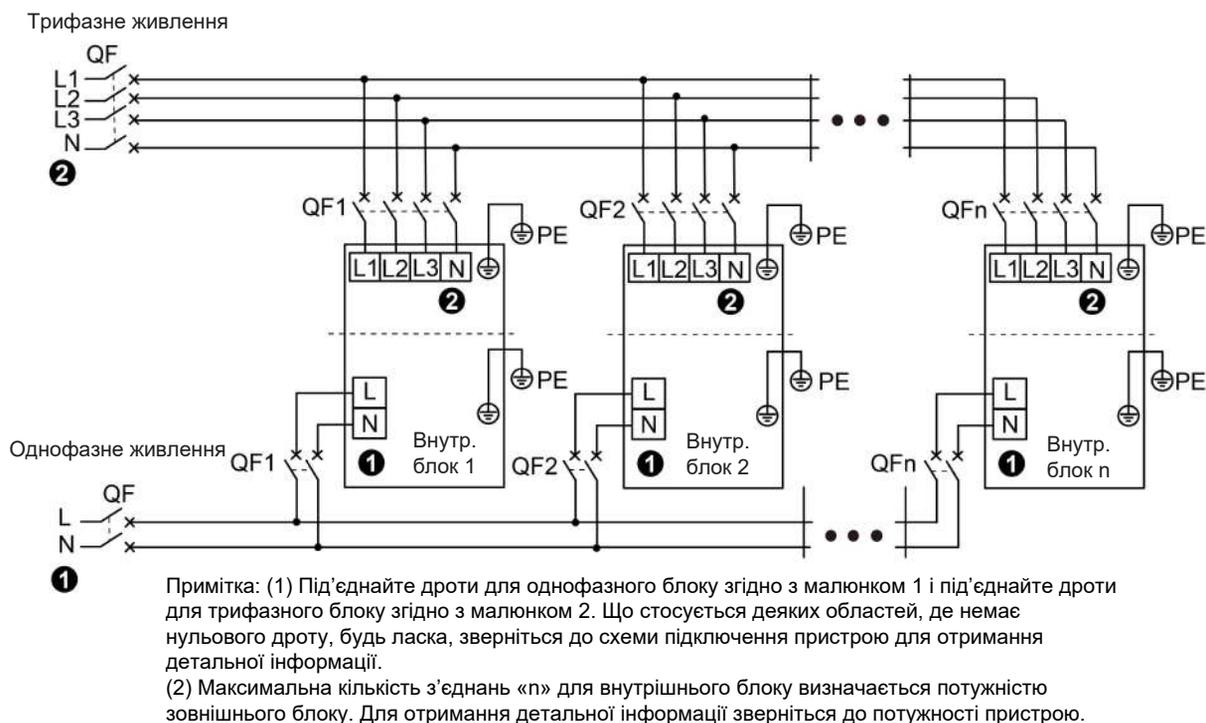

Рис.5.2
- (1) Зніміть кришку електричної коробки.
- (2) Пропустіть кабель живлення через наскрізний отвір.
- (3) Підключіть дроти відповідно до рис.5.2.
- (4) Закріпіть кабель живлення за допомогою затискача.